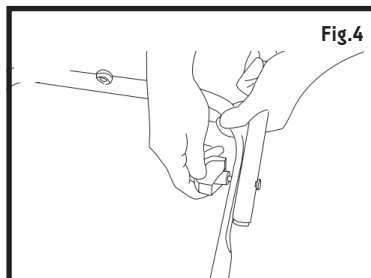

Fig.4
3. Sécurisez la connexion du cadre inférieur au cadre intermédiaire en fixant le premier ensemble de boulons en T et molettes sur chaque côté (fig. 4).